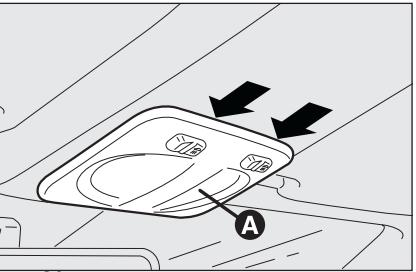
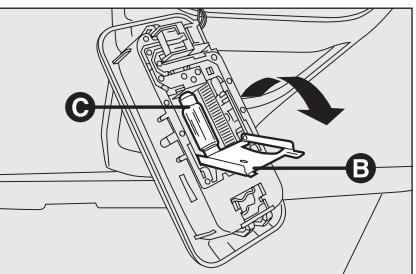

рис. 30
рис. 31
- Нажмите на точки, указанные стрелками, и выньте колпак **A**-рис. 30;
- Замените лампы **C**-рис. 31, вынув их из боковых контактов. Убедитесь, что новые лампы надежно закреплены между контактами;
- Закройте крышку **B**-рис. 31 и установите колпак **A**-рис. 30 на место, надежно защелкнув.